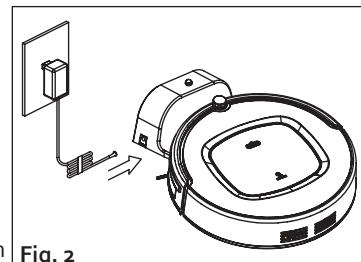

Fig. 2
- Neem de adapter, steek de stekker in het stopcontact en steek de DC plug in het laadstation (Fig. 2).